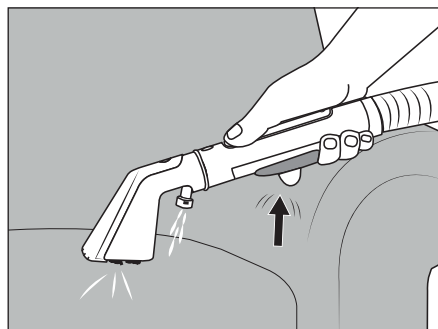

Fig. 6
(1) Veillez à ce que les orifices d'aspiration 28/31 de l'embout meubles 22 ou de l'embout plat 29 ne soient pas obstrués par des objets traînant à terre, des peluches, cheveux ou autres lors du fonctionnement de l'appareil. Cela peut causer l'endommagement de l'embout meubles 22 ou de l'embout plat 29 qui ne fonctionnent alors plus correctement. (2) Vérifiez, avant le nettoyage de tissus d'ameublement/de tapis/moquettes, les instructions d'entretien particulières sur l'étiquette du fabricant. L'appareil ne convient pas aux textiles fragiles (p. ex., soie, cuir, flokati, etc.). (3) Lorsque vous utilisez des produits de nettoyage (nettoyant vinaigre et produit de nettoyage pour tissus d'ameublement), testez toujours le nettoyage avec l'appareil à un endroit discret afin de vous assurer de la tenue des couleurs. (4) Avant l'utilisation, l'appareil doit toujours être correctement monté et le réservoir d'eau propre 2 doit être rempli. (5) Éteignez l'appareil avant d'intervertir l'embout meubles 22 et l'embout plat 29. (6) Si le réservoir d'eau sale 7 est plein, le flotteur 6 ferme l'orifice d'aspiration et l'appareil fonctionne à un régime plus élevé. Éteignez immédiatement l'appareil (voir chapitre **Nettoyer le réservoir d'eau sale**).
- ◆ Tenez l'embout meubles 22 2 à 3 cm au-dessus de la zone à nettoyer et actionnez la touche de pulvérisation 20 pour appliquer l'eau/la solution nettoyante avec l'embout pulvérisateur 26 (voir fig. 6).